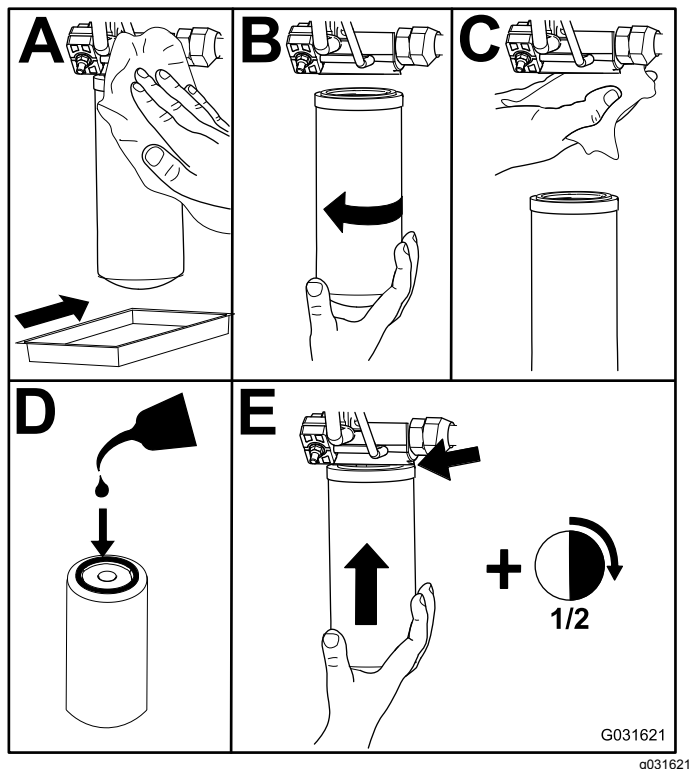

Figura 101
2. Cambie los filtros hidráulicos (Figura 101).